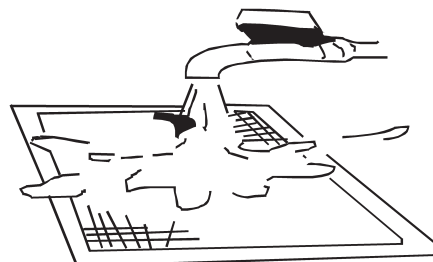

Fig. 2
- O lado de entrada de ar deve estar voltado para baixo ao lavar com água. (Consulte a Fig. 2)